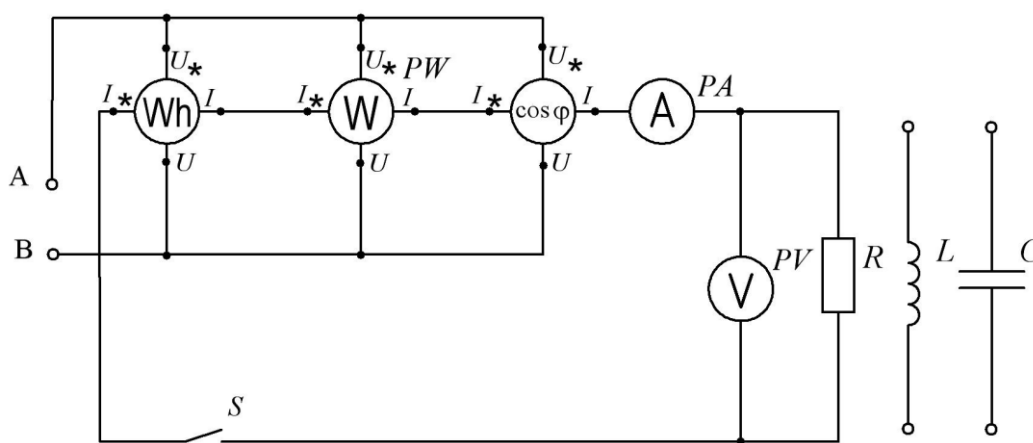

Рис. 9. Электрическая схема:
Лабораторная установка монтируется на лабораторном стенде (типа УСОЭ –1) в соответствии со схемой, приведенной на рис. 9.
3. Собрать схему лабораторной установки в соответствии с рис. 9.
1. Собрать электрическую схему согласно рис. 9, предъявить ее для проверки инженеру и получить разрешение преподавателя на проведение опытов.